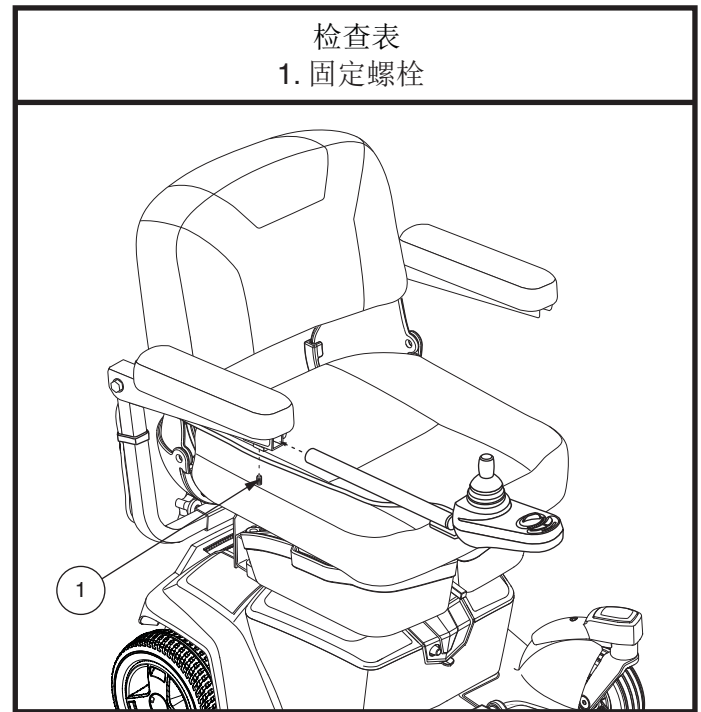

图 11. 扶手底部
3. 将扶手向上掀，使其与地面垂直。松开控制器架上的固定螺丝钉。见图11。